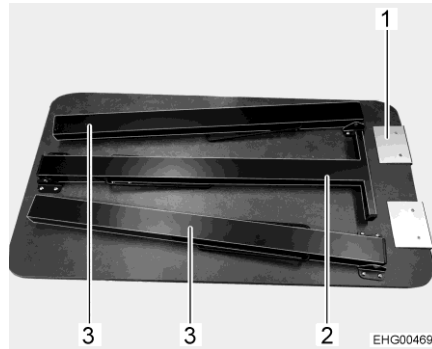

Fig. 7 Mesa (patas de mesa plegadas)
- Fijar el lado corto (Fig. 7,1) de la mesa en el riel en la zona de la cocina.
- Desplegar la pata de mesa central (Fig. 7,2).
- Desplegar todas las 3 patas de mesa (Fig. 7,2 y Fig. 7,3).